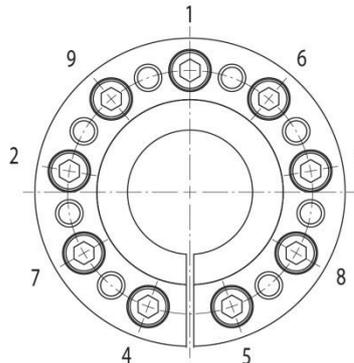

Bild 5
6. Benutzen sie einen (manuellen) Innensechskantschlüssel in der Reihenfolge wie am Bild 5 dargestellt. Ziehen sie die Zylinderschrauben (5) in kleinen Schritten an bis sich eine gleichmäßige Spannung einstellt.